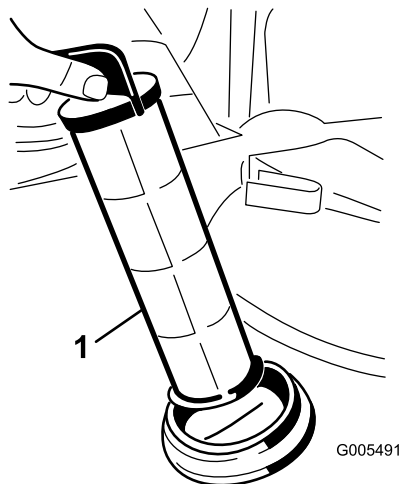

Figura 69
4. Retire el filtro de aspiración del orificio (Figura 69).